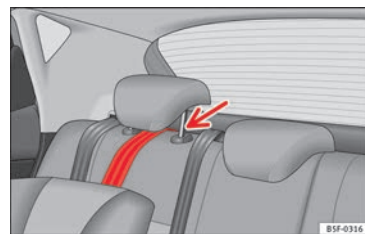

Fig. 34 Correa de sujeción: correcto ajuste y montaje.
- Coloque la correa por debajo del apoyacabezas del asiento posterior » fig. 34 (levante el apoyacabezas si es necesario).